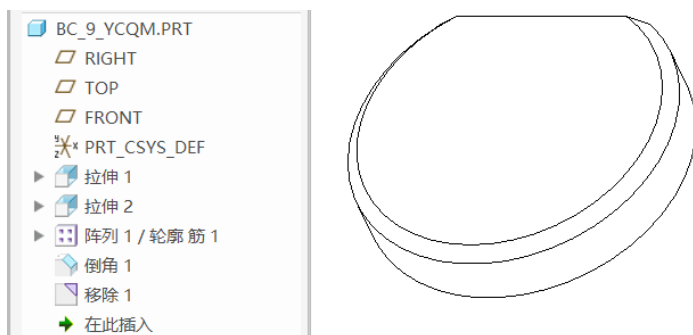

图 9-61 移除曲面的结果
- 5 在“移除曲面”选项卡中单击“完成”按钮，移除曲面的结果如图 9-61 所示。